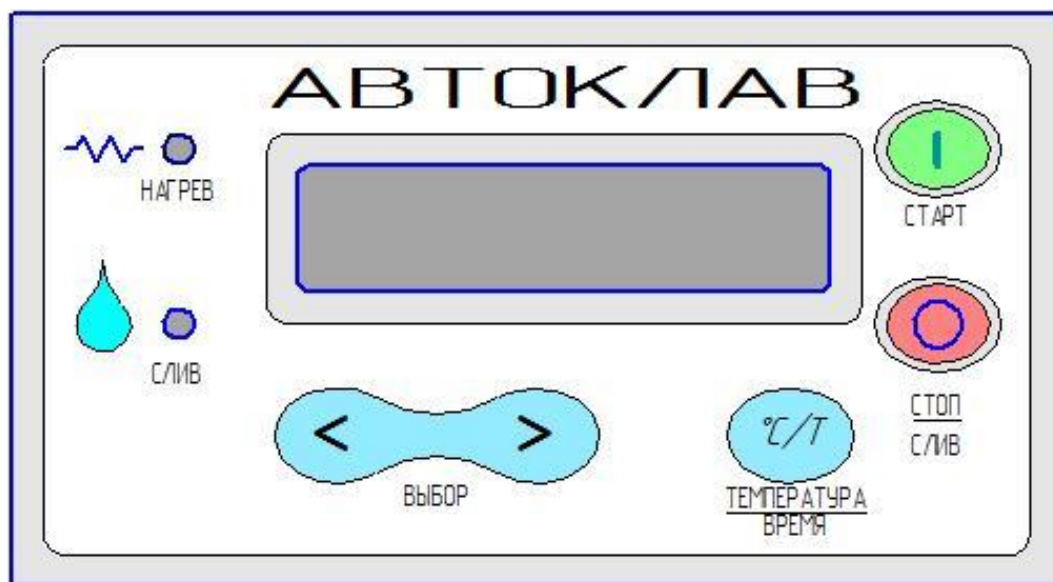

Рис. 4. Лицевая панель ЭБУ
5.2. ЭБУ состоит из микропроцессорного блока с цифровой индикацией. На лицевой панели (рис.4) находятся органы управления и индикации.
ЭБУ подключится к электроэнергии и перейдёт в режим выбора продукта (на дисплее выводится меню наименования продуктов, курсором указан выбранный продукт (рис.4). Автоклав запоминает параметры последней стерилизации (дистиляции).
— ЭБУ подключится к электроэнергии и перейдёт в режим выбора продукта (на дисплее выводится меню наименования продуктов, курсором указан выбранный продукт (рис.4);
— на верхнем цифровом табло высвечивается температура и время режима работы (стерилизация или дистилляция), выполнявшегося до этого, например, стерилизация мяса – температура 115°C, время 40 мин (рис. 4);